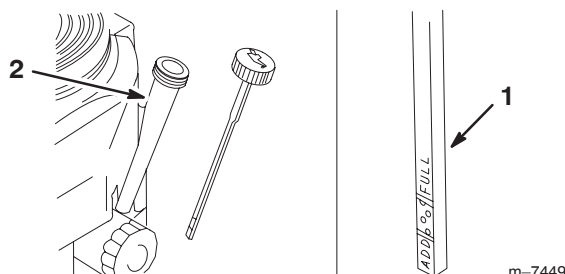

Figure 31
4. Nettoyez la surface autour de la jauge d'huile (Fig. 31) pour éviter que des impuretés ne s'introduisent dans le goulot de remplissage, ce qui risquerait d'endommager le moteur.
5. Dévissez la jauge d'huile et essuyez soigneusement l'extrémité (Fig. 31).
6. Remettez la jauge au fond du tube de remplissage, mais **ne la vissez pas** (Fig. 31).
10. Versez lentement environ 80% de la quantité d'huile spécifiée (voir Fréquence d'entretien/spécifications, page 32) dans le goulot de remplissage (Fig. 31).